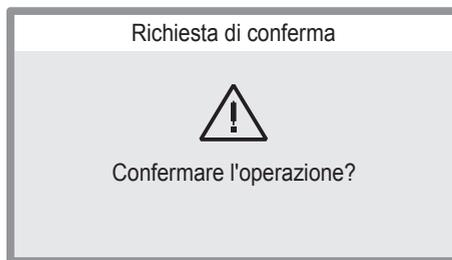

Figura 3.14
- Premere il pulsante 15 per resettare l'anomalia o il pulsante 16 per annullare l'operazione (Figura 3.14).